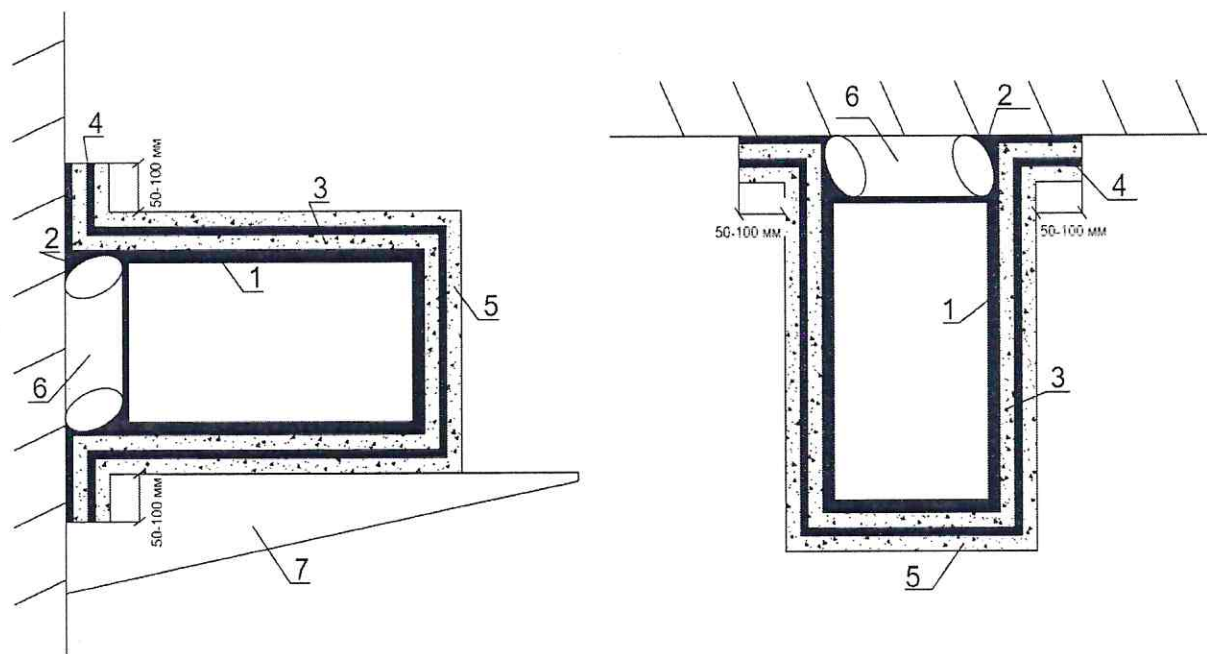

Рис. 4. Огнезащита воздуховодов системой PRO-МБОР-240 при близком расположении к стене (а) и перекрытию (б).
- узкие промежутки между соседними воздуховодами заполняются шнуром ШБТ, после чего монтаж системы PRO-МБОР осуществляется согласно п.4.6 как для единой системы (рис. 4).
- узкие промежутки между воздуховодами и строительной конструкцией заполняются шнуром ШБТ, после чего монтаж системы PRO-МБОР осуществляется с заведением материала PRO-МБОР на строительную конструкцию на 50-100 мм согласно п.4.6 с обязательной проклейкой клеем Kleber и закреплением механическим способом (металлическими анкерами) с шагом не более 150 мм (рис. 4).